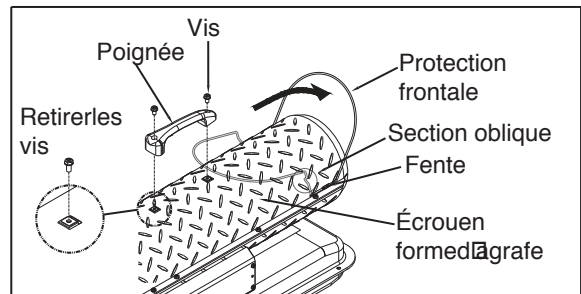

Fig. 6 Assemblage de la poignée
- 3) Alignez les trous de l'enveloppe supérieure avec les deux trous de montage de la poignée, tel qu'illustré à la figure 6.